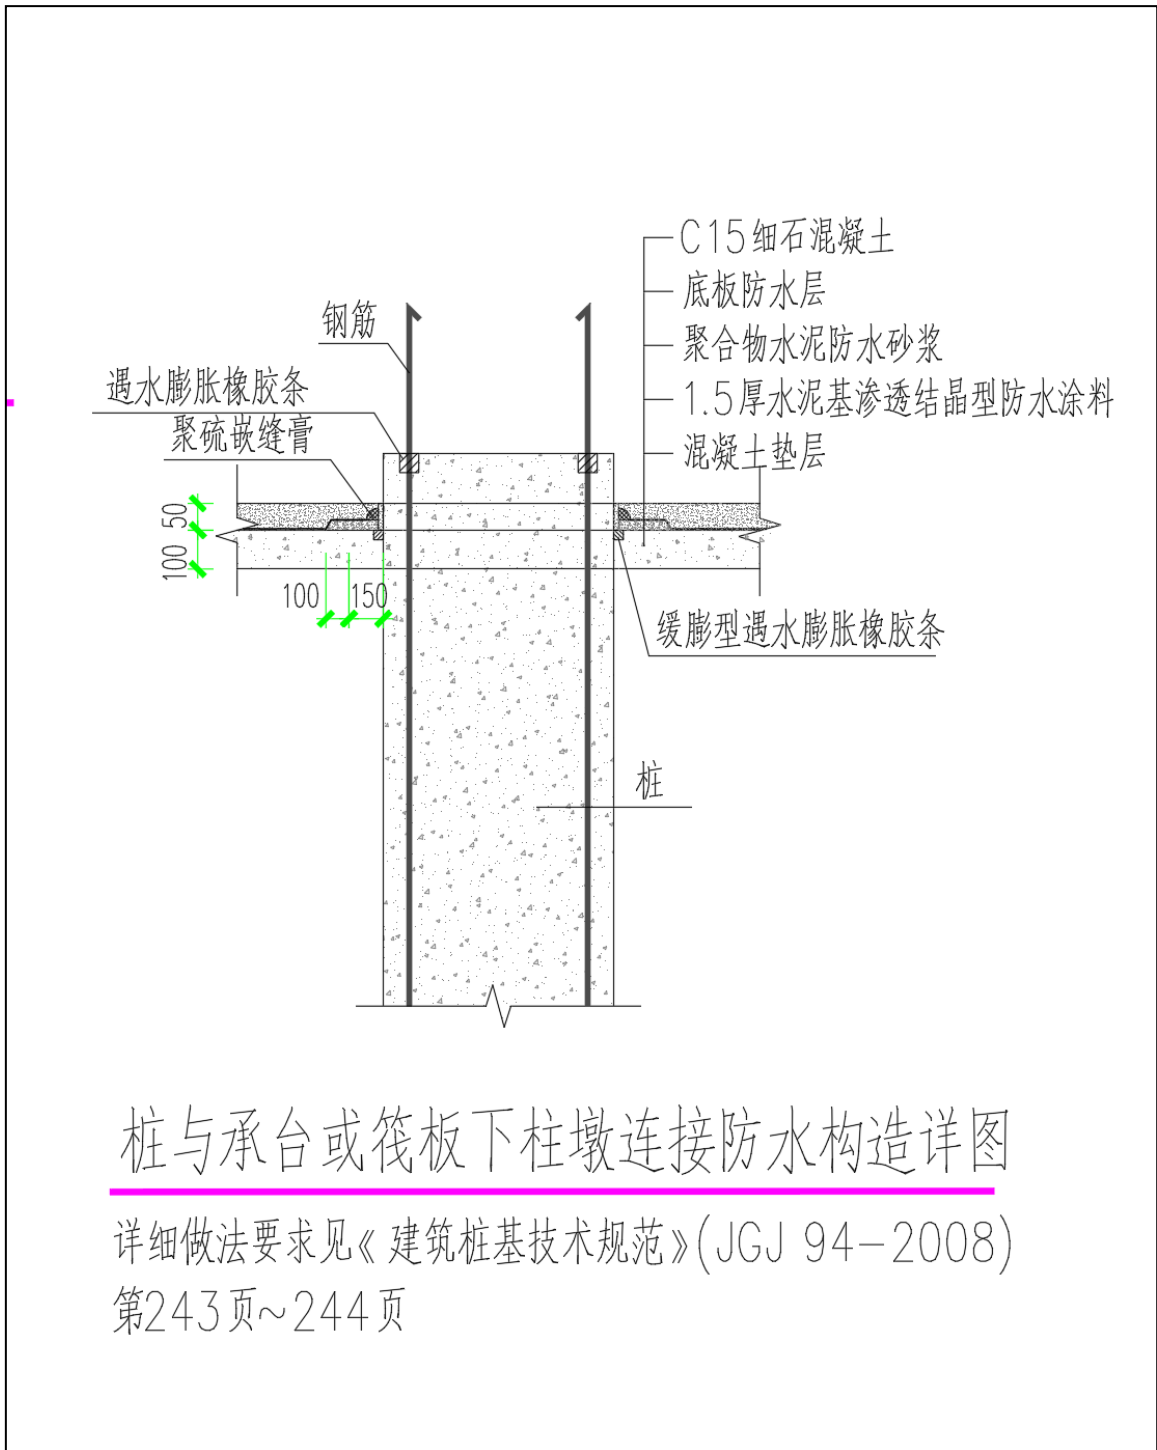

图 6.3.2-1 桩头做法示意图
5、桩头受力钢筋根部应采用遇水膨胀止水条并应对遇水膨胀止水条保护。具体处理流程详见图 6.3.2-1